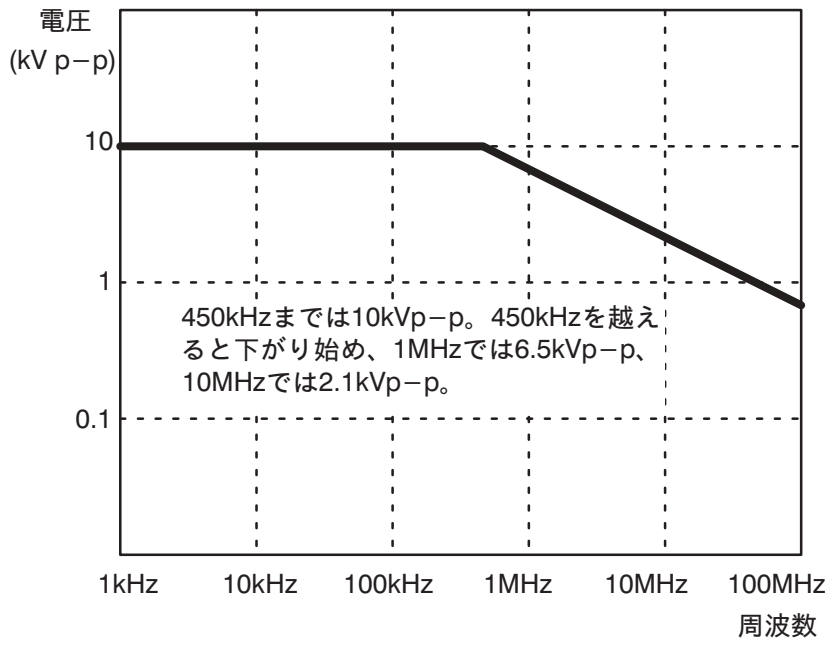

図3 最大入力電圧定格
■測定周波数が450kHzを越えると、最大入力電圧は低下します（図3参照）。